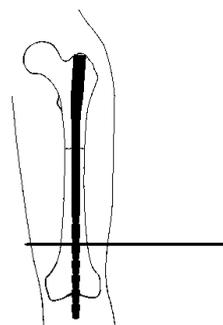

図1
- 1) 骨折部の修復後、ロングネイル用テンプレートを患者大腿皮膚面に置き、ネイルの長さを確認します。(図1)